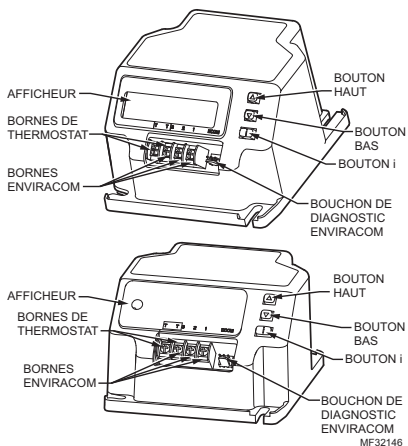

Fig. 2. Emplacement des bornes, connecteurs, voyants DEL, bouton de réinitialisation et commutateurs du modèle R7284.
2. Avant de monter le régulateur, effectuer les connexions de tension secteur comme illustré dans les Fig. 2 à 10. Assembler les fils avec des connecteurs sans soudure. Ne pas dépasser les valeurs de charge nominales indiquées sur l'étiquette du dispositif.
3. Après le montage, effectuer les connexions basse tension aux bornes à vis (voir les Fig. 2 à 10).